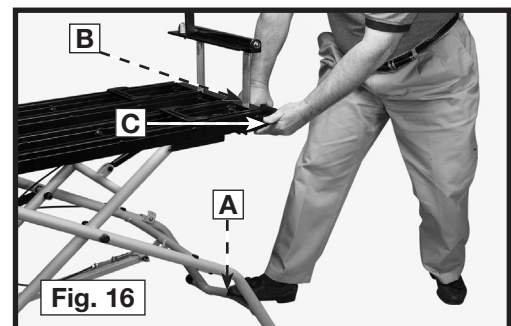

Fig. 16
1. Placez votre pied droit sur la partie inférieure de la jambe de rallonge (élément A de la figure 16).
2. Saisir la poignée (B), fig. 16, des deux mains.
3. Descendre le levier d'activation rouge (C) avec le pouce de la main gauche.